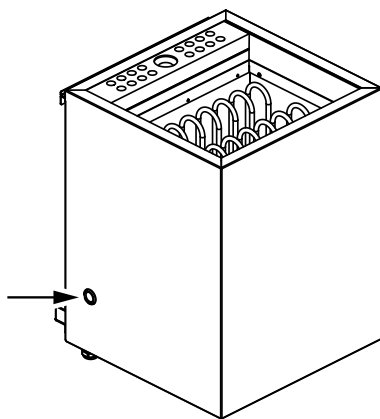

Figure 16. Réinitialisation de la sécurité-surchauffe de l'évaporateur
- Assurez-vous que la sécurité-surchauffe ne s'est pas déclenchée. (Figure 16. Réinitialisation de la sécurité-surchauffe de l'évaporateur)
- Instructions pour réinitialiser la sécurité-surchauffe de l'évaporateur (Figure 16. Réinitialisation de la sécurité-surchauffe de l'évaporateur)